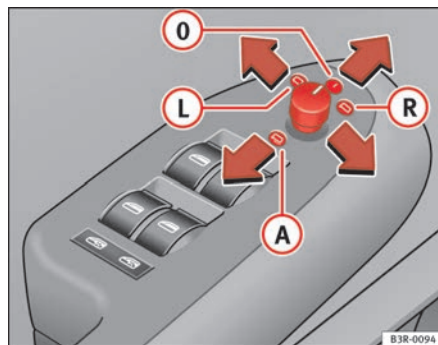

Fig. 103 Particolare del bracciolo pomello di regolazione
- Girare la manopola nella posizione ⇒ **fig. 103** **L** (specchio sul lato del conducente) o nella posizione **R** (specchio sul lato del passeggero).
All'inserimento della retromarcia la superficie dello specchio si inclina leggermente verso il basso, a condizione che la manopola sia in posizione **R**, cioè nella posizione per la regolazione dello specchio sul lato del passeggero ⇒ **fig. 103**. In questo modo durante la manovra di parcheggio si può vedere il bordo del marciapiede.